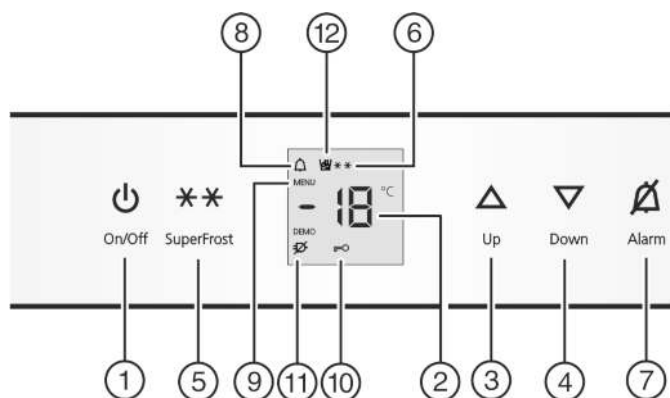

Fig. 2
- ▶ Taste On/Off *Fig. 2 (1)* drücken.
- ▶ Einstellmodus aktivieren: Taste SuperFrost *Fig. 2 (5)* ca. 5 s drücken.
- ▷ Das Symbol Menu *Fig. 2 (9)* leuchtet.
- ▶ Die Taste SuperFrost *Fig. 2 (5)* kurz drücken, um zu bestätigen.
- ▶ Zum Einschalten der Kindersicherung Taste **c|** SuperFrost *Fig. 2 (5)* kurz drücken.
- ▷ Das Symbol Kindersicherung *Fig. 2 (10)* leuchtet. In der Anzeige blinkt **c**.
- ▶ Zum Ausschalten der Kindersicherung Taste SuperFrost *Fig. 2 (5)* kurz drücken.
- ▷ Das Symbol Kindersicherung *Fig. 2 (10)* erlischt. In der Anzeige blinkt **c**.
- ▶ Einstellmodus deaktivieren: Taste On/Off *Fig. 2 (1)* drücken.
- ▶ Taste Alarm *Fig. 2 (7)* drücken.
Gleichzeitig blinkt die Temperaturanzeige und das Symbol Alarm *Fig. 2 (8)*.
Der Tonwarner verstummt automatisch, das Symbol Alarm *Fig. 2 (8)* geht aus und die Temperaturanzeige hört auf zu blinken, wenn die Temperatur wieder ausreichend kalt ist.
- ▶ Temperatur wärmer einstellen: Einstelltaste Up Fig. 2 (3) drücken.
- ▶ Temperatur kälter einstellen: Einstelltaste Down Fig. 2 (4) drücken.